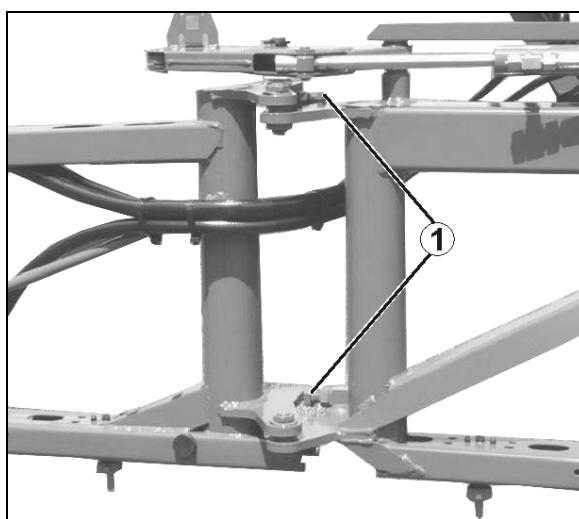

Fig. 156
1. Kontramøtrikken på indstillingsbolten (Fig. 156/1) løsnes.